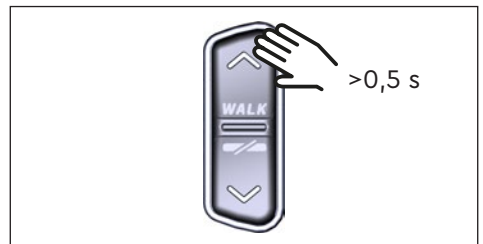

Fig. 7: Activeer loophulp
- ▶ Druk, wanneer de e-bike stilstaat, langer dan 0,5 s op de knop UP op de Remote (zie Fig. 7) om de loopondersteuning te activeren.